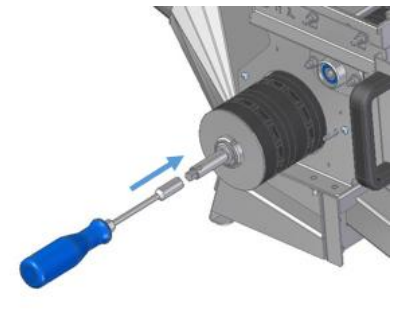
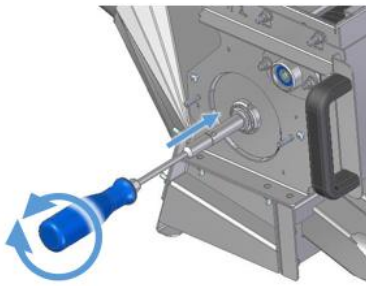

Figura 20
Figura 21
- El nuevo eje de siembra se guía con cuidado en la unidad dosificadora con la ranura hacia delante. La ranura del eje de siembra debe encajar entonces en el lado opuesto en el muelle de ajuste del accionamiento (véase Figura 20 y Figura 21). Esto se aligera con un giro del eje de siembra y movimientos mínimos hacia arriba y abajo. Para facilitar el giro del eje de siembra se puede colocar la llave de tubo suministrada en el hexágono del eje de siembra.